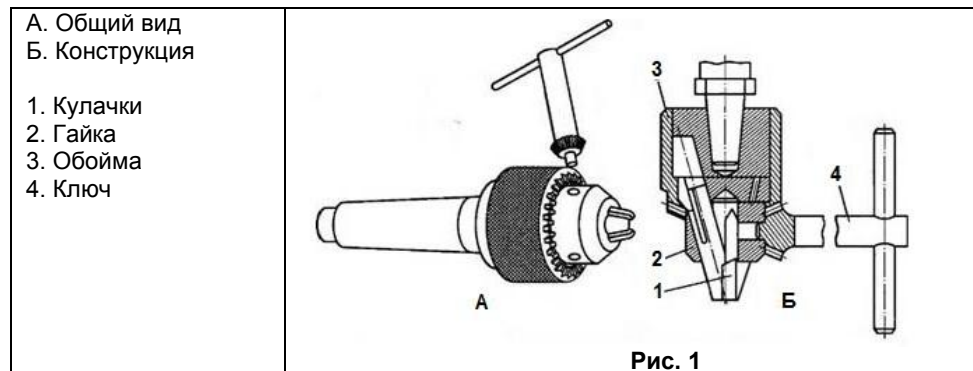

Рис. 1
6.2. Надежно закрепите с помощью ключа или рукой в патроне инструмент (сверло, развертку, метчик) (см. таблицу 2, Рис. 1).